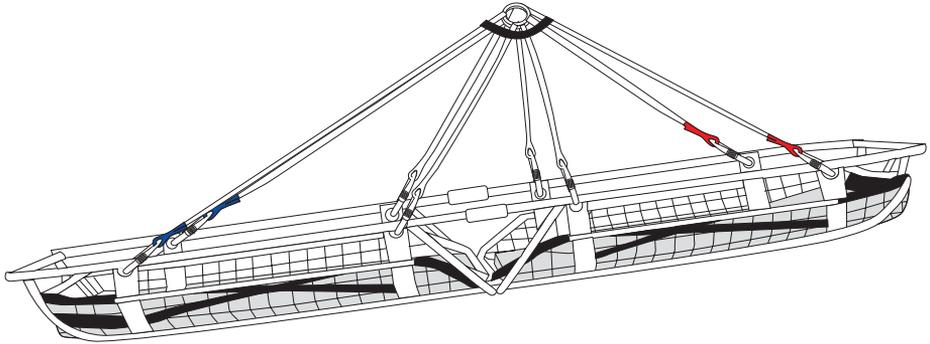

Fig.17
- a) Collegare la sospendita agli appositi fori laterali della barella mediante gli otto connettori (rossi, lato testa - blu, lato piedi) (fig. 17),